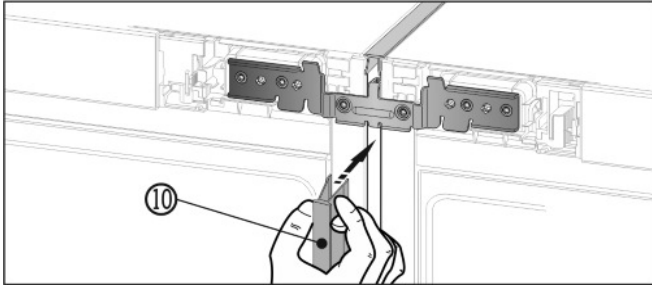

Fig. 14
- ▶ Druk aan de voorkant de lange afdeklíjst Fig. 14 (10) in de verticale uitsparing. Zorg ervoor dat de lijst op de verbíndingsplaat rust.